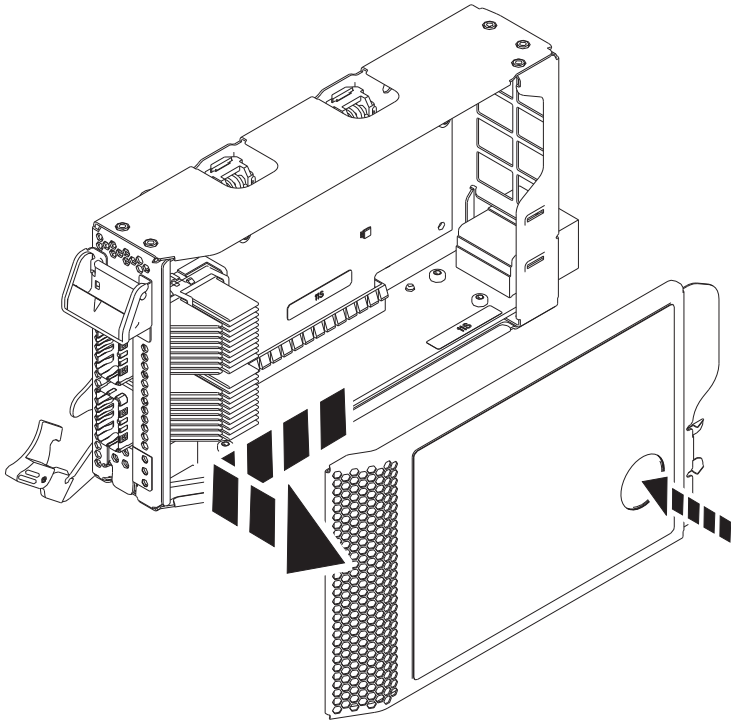

Figura 39. Extracción de la cubierta de la casete de adaptador PCIe
- a. Presione el botón de terracota de la cubierta de la casete como se muestra en la Figura 39 en la página 40 para desenganchar la cubierta de la casete.